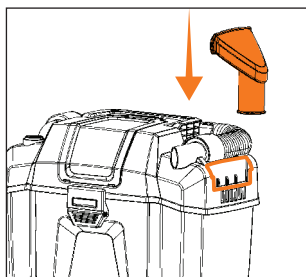

Рис. 7
- Закрепите на корпусе насадку для мягких поверхностей (Рис. 7).